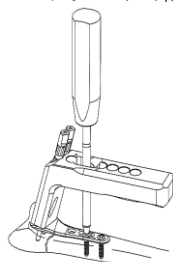

図8
- 8) 仮固定用タップを抜き、2.7 コーティカルスクリューにて骨幹部長穴を固定します。(図8)